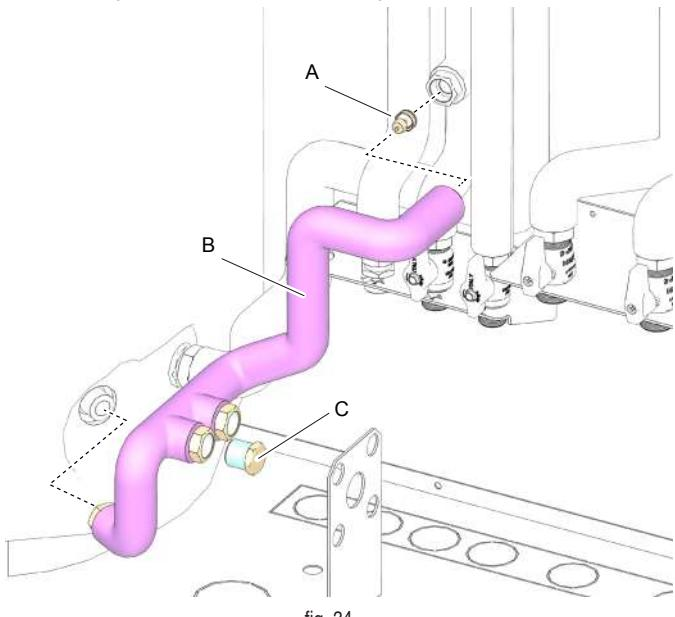
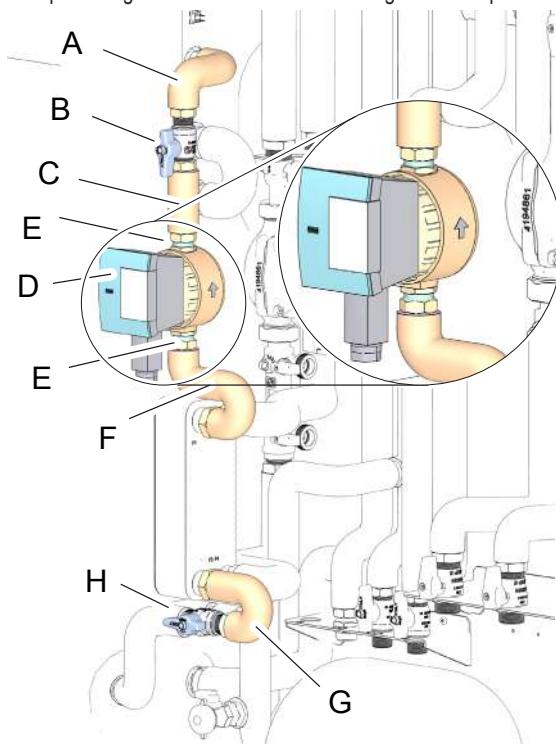

fig. 34 -
fig. 47 -
Montare la valvola di non ritorno (part. A "fig. 34 -"), montare tubazione 3841T910 (part. B "fig. 34 -") avendo cura di premontare il tappo (part. C "fig. 34 -"). Per ciascun punto di giunzione aver cura di inserire guarnizione piana.
- tubazione cod. 3841T260 (part. A "fig. 47 -")
- rubinetto intercettazione M/M (part. B "fig. 47 -")
- tubazione cod. 3841T270 (part. C "fig. 47 -")
- circolatore ACS STAR-Z NOVA (part. D "fig. 47 -"), avendo cura di montarlo con la freccia stampata sul corpo pompa rivolta in alto
- nippali di giunzione (part. E "fig. 47 -")
- tubazione cod. 3841T280 (part. F "fig. 47 -")
- tubazione cod. 3841T290 (part. G "fig. 47 -")
- rubinetto M/M (part. H "fig. 47 -") avendo cura di smontare il tappo premontato (vedi "fig. 34 -" a pagina 17).